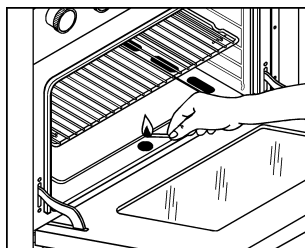

fig.3
- appuyez sur la manette du thermostat "V" (repérable au symbole ) et amenez-la en face du maximum; continuez à appuyer à fond. En cas de panne de courant, approchez une allumette du trou central situé au fond du four (voir fig.3);